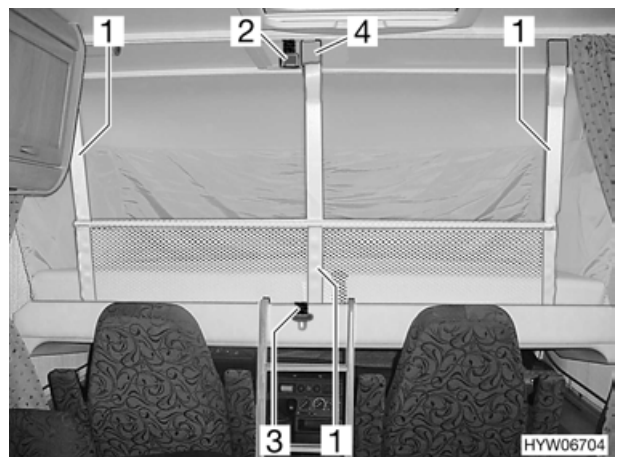

Bild 40 Hubbett mit aufgespanntem Sicherungsnetz
- Sicherungsgurt (Bild 40,3) lösen.
- Sicherungsgurte (Bild 40,1) in die Haken (Bild 40,4) an der Decke einhängen.
- Sicherungsgurte (Bild 40,1) lösen und unter die Matratze legen.
- Hubbett mit Sicherungsgurt (Bild 40,3) am Dach (Bild 40,2) sichern.